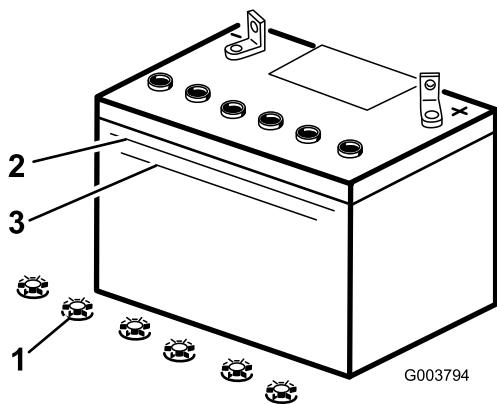

Рисунок 41
2. Посмотрите на боковую стенку аккумулятора. Уровень электролита должен доходить до верхней линии (Рисунок 41). Следите, чтобы уровень электролита не опускался ниже нижней линии (Рисунок 41).
5. Снимите крышки заливных горловин аккумулятора (Рисунок 41).
6. Медленно залейте дистиллированную воду во все элементы аккумулятора до тех пор, пока уровень электролита не дойдет до верхней линии (Рисунок 41) на корпусе аккумулятора.
7. После заполнения элементов аккумуляторной батареи подождите пять–десять минут. В случае необходимости добавьте дистиллированную воду, доведя уровень электролита до верхней линии (Рисунок 41) на корпусе аккумулятора.